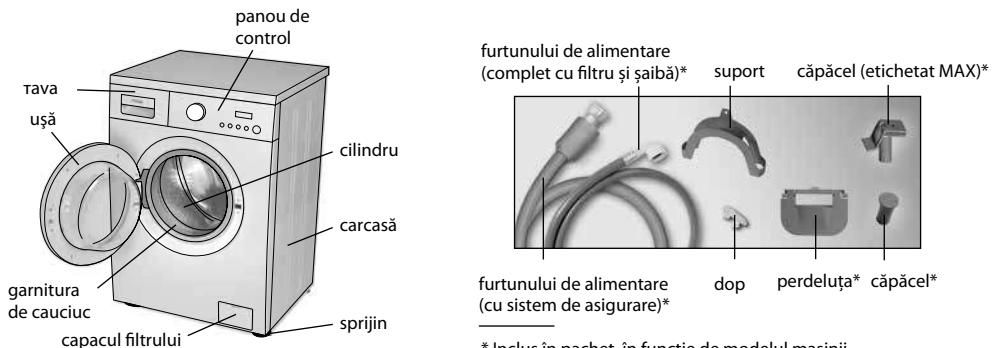
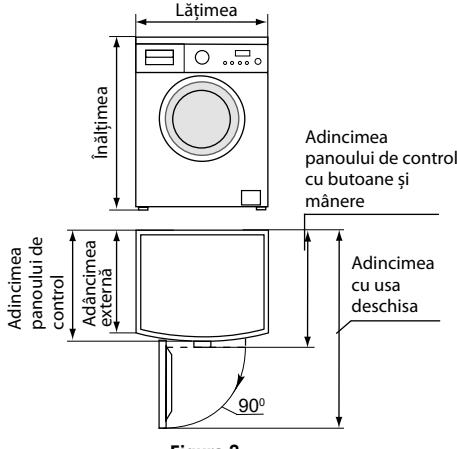

Figura 1
Figura 2
1.1 În conformitate cu Figura 1 mașina este destinată pentru spălarea textilelor, pantofilor sportivi cu detergenti sintetici cu puțină spuma, precum și pentru clătirea și centrifugarea în mijlocie casnic. Toate operațiunile de prelucrare sunt realizate în mod automat, în conformitate cu programul setat.
1.3 Părțile mașinii și componente de bază sunt prezentate în Figura 1, dimensiunile de gabarit - în Figura 2.
ATENȚIE! Pentru a preveni deteriorarea mașinii, nu-o deplasați ținând de tavă, ușă sau garnitura de la ușă, în conformitate cu Figura 1.